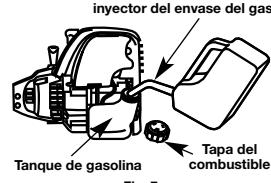

Fig. 6
- Saque el tapón de aceite/ varilla de medición del cigüeñal (Fig. 6).